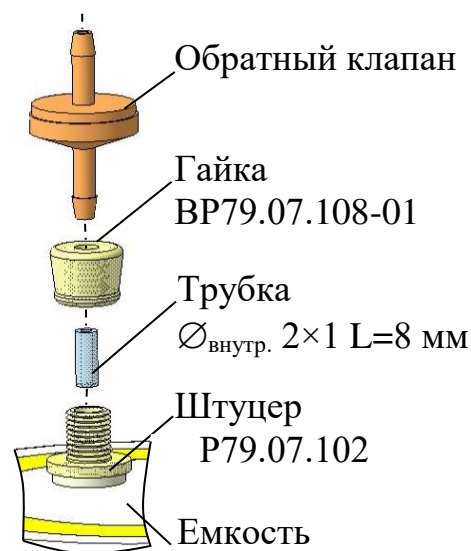

Рисунок 3.6 – Расположение трубки $\varnothing_{\text{внутр.}} 2 \times 1$
2) Выкрутить гайку ВР79.07.108-01 (далее – гайку) и извлечь обратный клапан в соответствии с рис. 3.6.